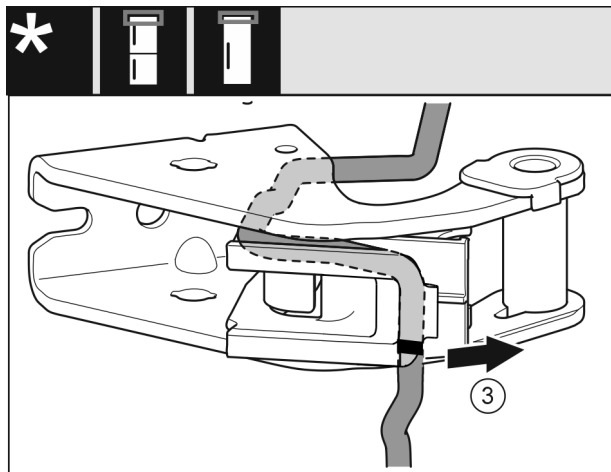

Fig. 27
- Çmontoni kabllon bashkë me mbajtësen e kablllos nga bazamenti mbështetës. Fig. 27 (3)